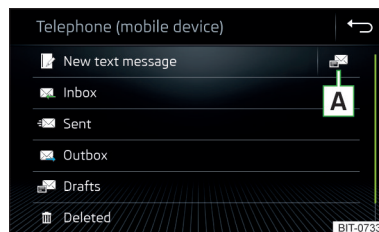

Fig. 208
- En el menú principal **Teléfono** pulse la superficie funcional , se visualiza el menú principal para mensajes de texto » fig. 208.
- ▶ Pulsar en el menú principal de los mensajes de texto la superficie funcional  » **fig. 208 de la pág. 181**.